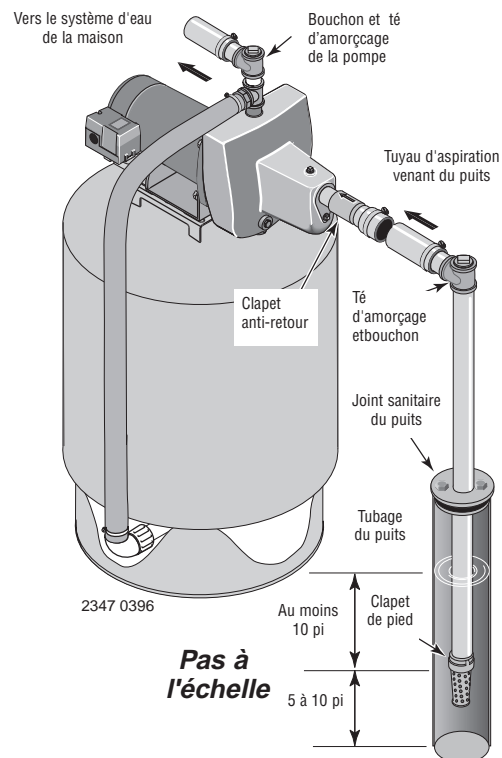

Figure 2 : Installation dans un puits à tubage
INSTALLATION SUR UN PUIT À TUBAGE DE 2 POUCES DE DIAMÈTRE OU PLUS GRAND (voir la Figure 2)
- 2 ° Brancher le clapet de pied, la crépine et le tuyau du puits (voir la Figure 2). S'assurer que le clapet de pied fonctionne librement.
4 ° Poser le té d'amorçage, le bouchon d'amorçage et le tuyau d'aspiration sur la pompe (voir la Figure 2). Brancher le tuyau provenant du puits sur l'orifice d'aspiration de la pompe en utilisant le moins possible de raccords - en particulier des coudes - étant donné que les raccords augmentent le frottement de l'eau dans les tuyaux (il faut toutefois ajouter un clapet de pied – voir la Figure 2). Le diamètre du tuyau d'aspiration doit être au moins aussi grand que le diamètre de l'orifice d'aspiration de la pompe. Utiliser du ruban téflon ou de la pâte pour raccords filetés à base de téflon sur les raccords filetés. Supporter le tuyau de façon qu'il ne soit pas cintré afin qu'il n'exerce pas de contraintes sur le corps de la pompe; de plus, il doit être légèrement incliné vers le haut, du puits jusqu'à la pompe (les points hauts risquent de causer des poches et des bouchons d'air dans la pompe). Rendre étanches les raccords du tuyau d'aspiration avec du ruban téflon ou une pâte pour raccords filetés à base de téflon. Les raccords doivent être étanches à l'air et à l'eau. *Si le tuyau d'aspiration aspire de l'air, la pompe ne pompera pas l'eau du puits.*